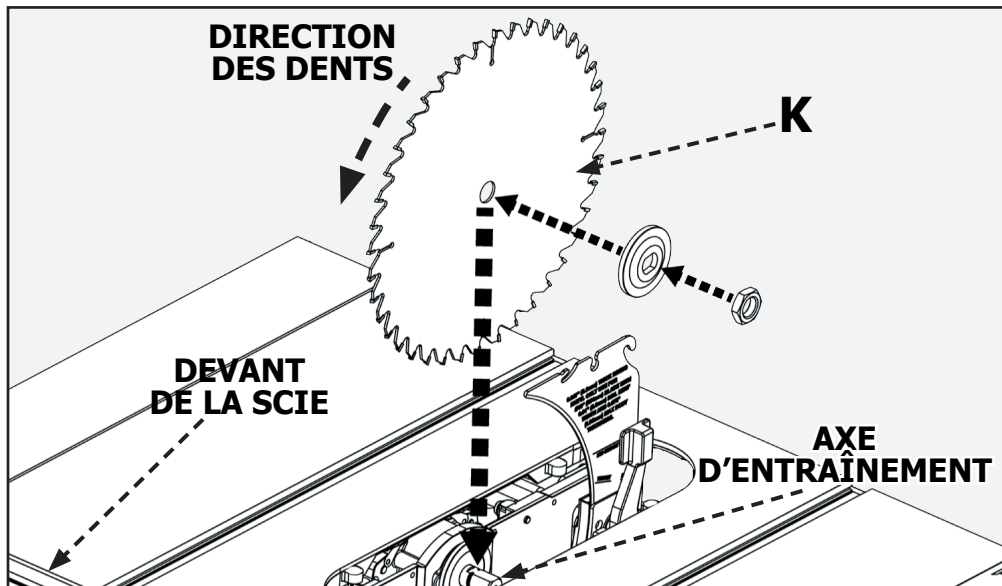

FIGURE 3
Placer la lame (K) sur l'axe d'entraînement avec les dents de la lame tournées vers l'avant de la scie. Placer la rondelle à bride sur l'arbre avec le grand côté de la rondelle contre la lame, puis fixer la lame avec écrou. (Figure 3)